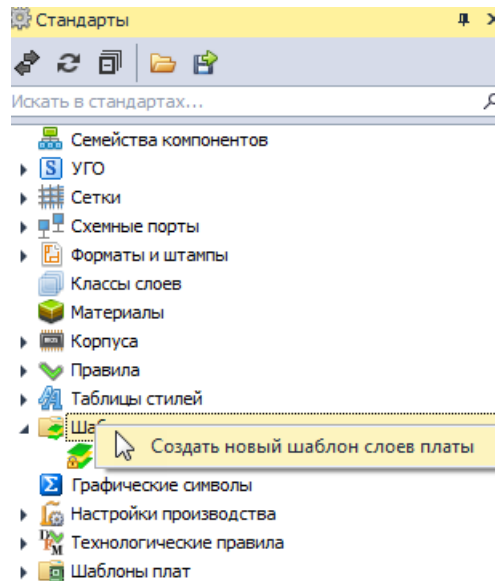

Рис. 112 Создание шаблона слоев платы
2. Вызовите контекстное меню с узла «Шаблоны слоев платы» и выберите пункт «Создать новый шаблон слоев платы», Рис. 112.